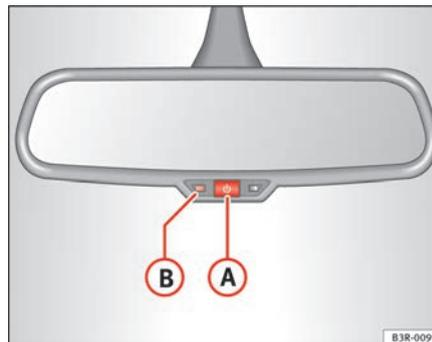

Fig. 104 Rétroviseur intérieur photosensible : témoin et touche de mise en/hors fonction
- Appuyez sur la touche **(A)** ⇒ page 136, fig. 104. Le témoin **(B)** s'éteint.
- Appuyez sur la touche **(A)** ⇒ page 136, fig. 104. Le témoin **(B)** s'allume.